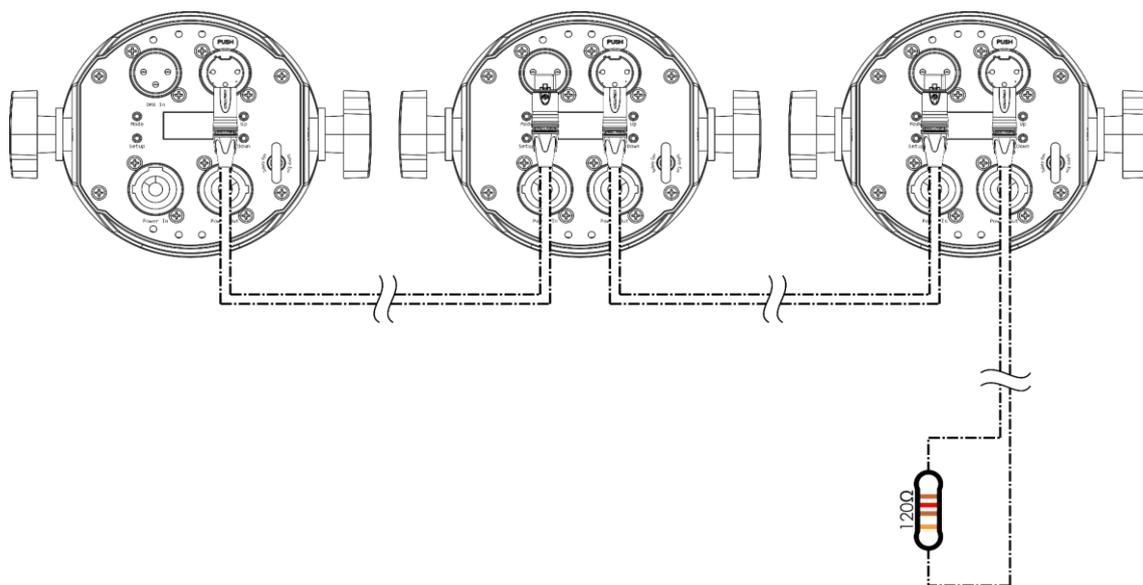

Fig. 09
- 02) Répétez l'étape 1 pour connecter tous les appareils comme indiqué sur la Fig. 09. Le rôle d'appareil maître sera automatiquement attribué au premier appareil connecté.